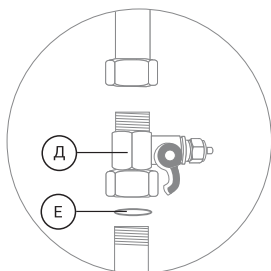

Рис. 12
1. Установите адаптер-вентиль (Д) между магистралью холодной воды и гибкой подводкой вашего смесителя. Уплотните соединение тройника-адаптера с магистралью при помощи поставляемого в комплекте уплотнительного кольца (Е) (рис. 12).